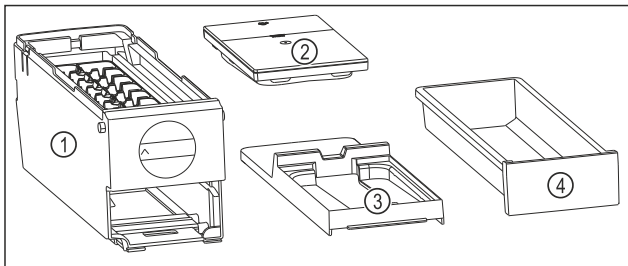

Fig. 145 Súčasti EasyTwist-Ice
- EasyTwist-Ice je rozložený na štyri časti. (pozri Fig. 145)
- Rozložte EasyTwist-Ice len na tie súčasti, ktoré sú na obrázku. (pozri Fig. 145)
- Korpus EasyTwist-Ice Fig. 145 (1) vyčistite ako celok.